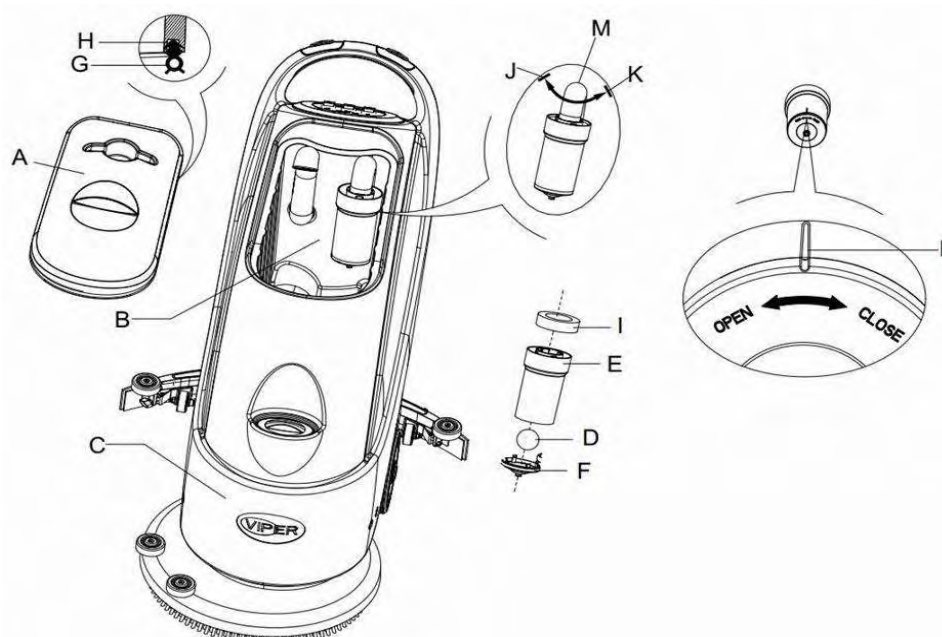

Figura 16
2. Presione el interruptor de encendido (41) en posición "O" para apagar la máquina.
3. Abra la tapa del tanque de recuperación (A, Figura 16) y retire el dispositivo del flotador (36) del tanque de recuperación.
4. Use agua fresca para lavar la tapa del tanque de recuperación (A), el tanque (B y C), y el bastidor del filtro del flotador (E). A través del Tubo de Recuperación (15), vacíe toda agua del tanque.
5. Si hace falta, siga los símbolos "Abierto" y "Cerrado" como se indica en la Figura 16, abra la tapa inferior (F) del filtro del flotador y limpie el flotador (D), su filtro, el bastidor (E), y la esponja del filtro. Después de limpiar, fije el flotador sobre el bastidor del filtro (E), luego alinee la ranura marcada (L) de la tapa inferior (F) del filtro del flotador con la ranura marcada (L) del bastidor del filtro (E). Apriete la tapa inferior (F) del filtro del flotador y fije la esponja del filtro (I) sobre el bastidor (E), y luego sobre la manguera de aspiración (M).
6. Compruebe la integridad del anillo de sellado (G) de la tapa del tanque de agua.
Si es necesario, la tira de sellado del tanque de agua (G) se puede sacar de la ranura (H) y ser reemplazada. A la hora de ensamblar una nueva tira de sellado del tanque de agua, como indica la Figura 16 más abajo, instale el conector en la sección central de la parte posterior.
7. Compruebe si la superficie de recepción de la tira de sellado (G) está intacto y sella adecuadamente.
8. Cierre la tapa del tanque de recuperación (A).